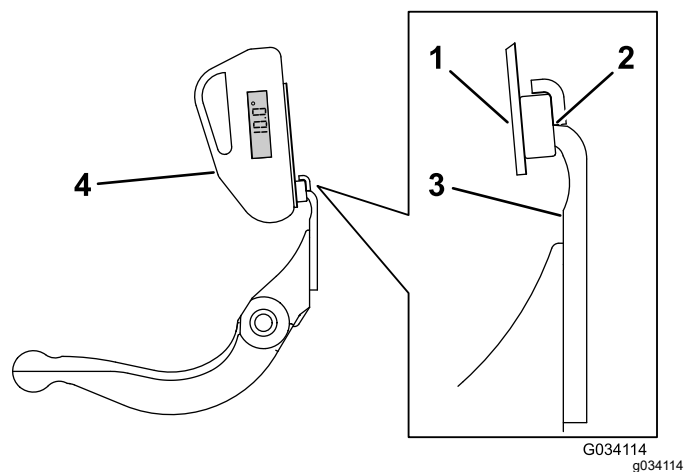

Figura 20
3. Posizionate il supporto del goniometro sul bordo della controlama, in modo che il bordo del magnete corrisponda a quello della controlama (Figura 20).
4. Posizionate il goniometro sul supporto, come illustrato nella Figura 20.